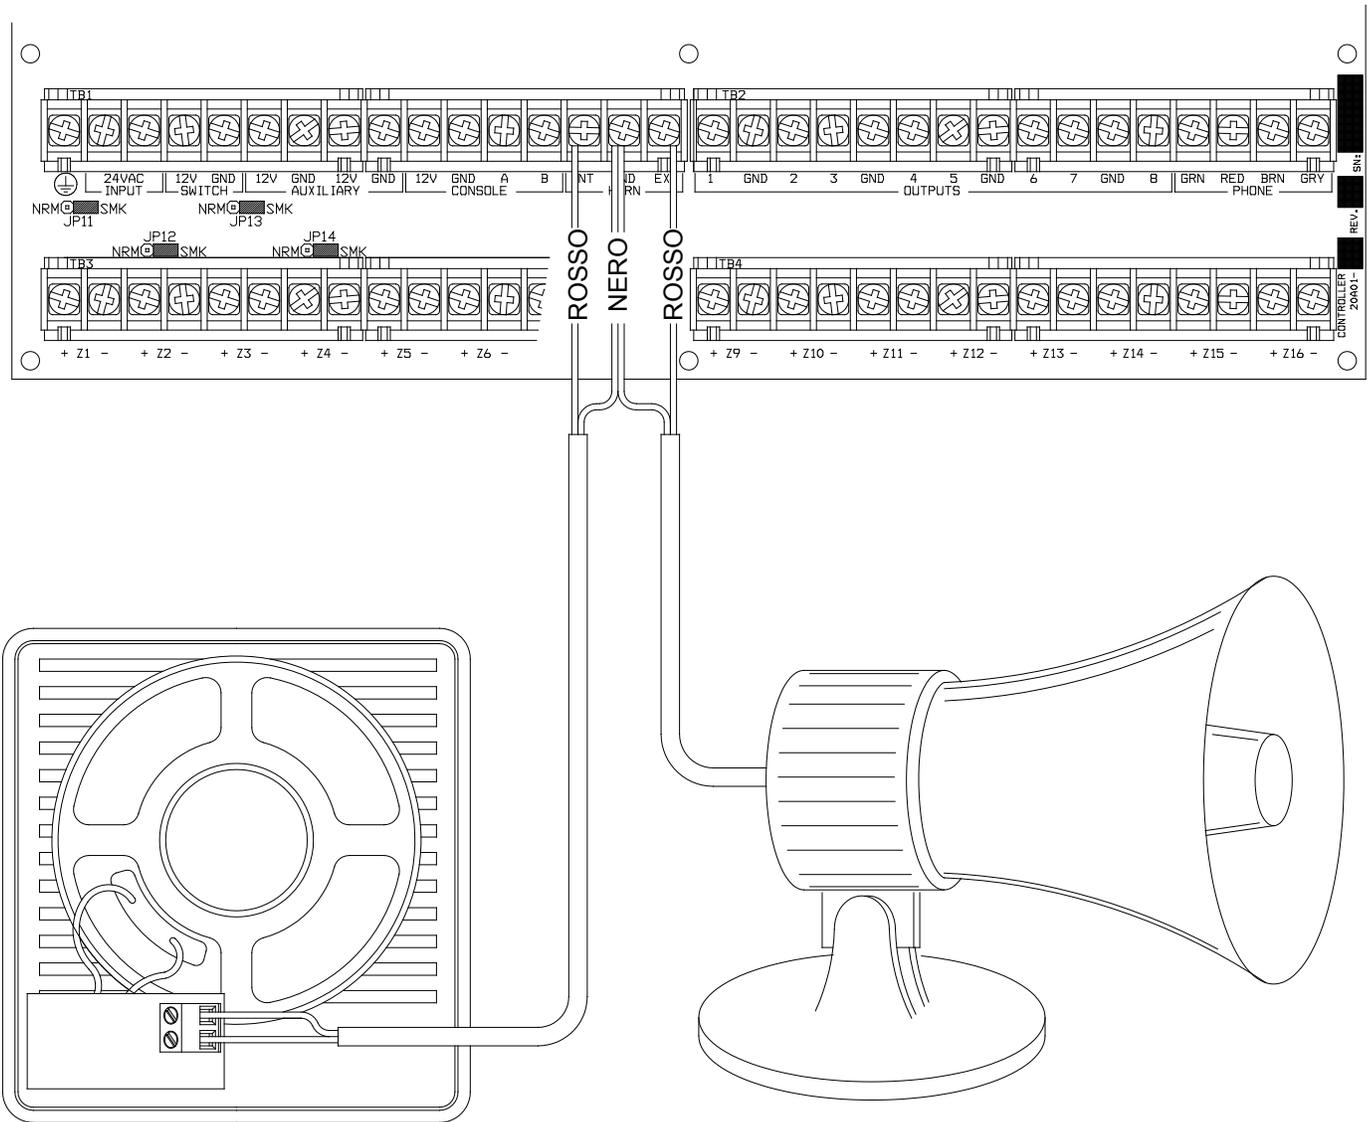

FIGURA 8 – COLLEGAMENTI DELLA SIRENA
4. Fare riferimento alla **FIGURA 8 (COLLEGAMENTO DELLA SIRENA)** per i collegamenti.
3. Fare riferimento alla **FIGURA 8 (COLLEGAMENTO DELLA SIRENA)** per i collegamenti.